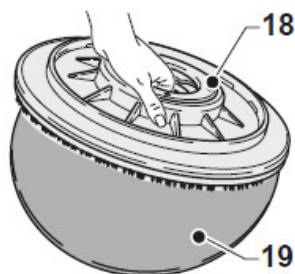

Abb. 8: Montage der Mitnehmerscheibe
Montage der Mitnehmerscheibe (Abb. 8)
Schritt 2: Setzen Sie die Mitnehmerscheibe (Pos. 18, Abb. 8) auf dem Pad (Pos. 19, Abb. 8), achten Sie bitte darauf, dass das Pad zentriert ist, um ein Rotationsungleichgewicht zu vermeiden.
Schritt 3: Setzen Sie die Mitnehmerscheibe (Pos. 18, Abb. 8) komplett mit Pad auf den Maschinensockel und sperren Sie sie mit der passenden Schmetterlingsmutter, wie im Abschnitt "Einbau der Bürste" beschrieben.